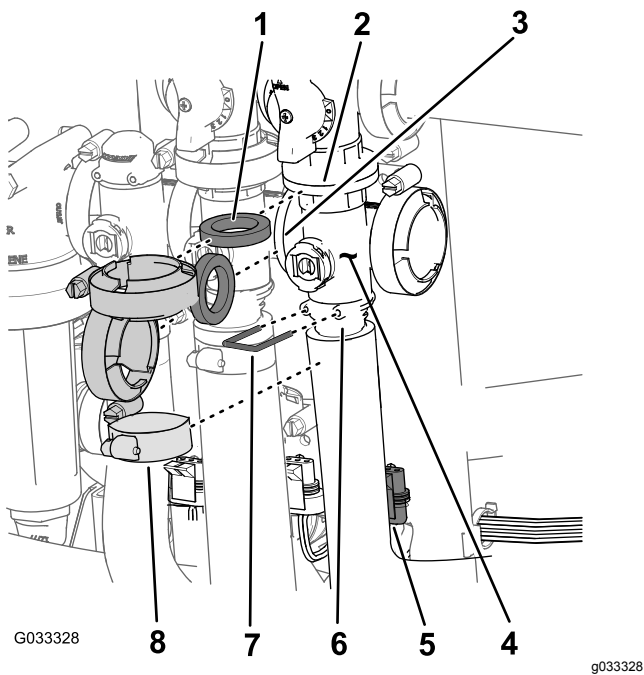

Figura 66
1. Retire las abrazaderas y las juntas que sujetan el distribuidor de la válvula maestra (Figura 66) a la válvula maestra de desvío de secciones, la válvula de agitación y la válvula maestra (en el extremo de la manguera del caudalímetro).
2. Retire la horquilla de retención que sujeta el conector de salida al distribuidor de la válvula maestra (Figura 66).